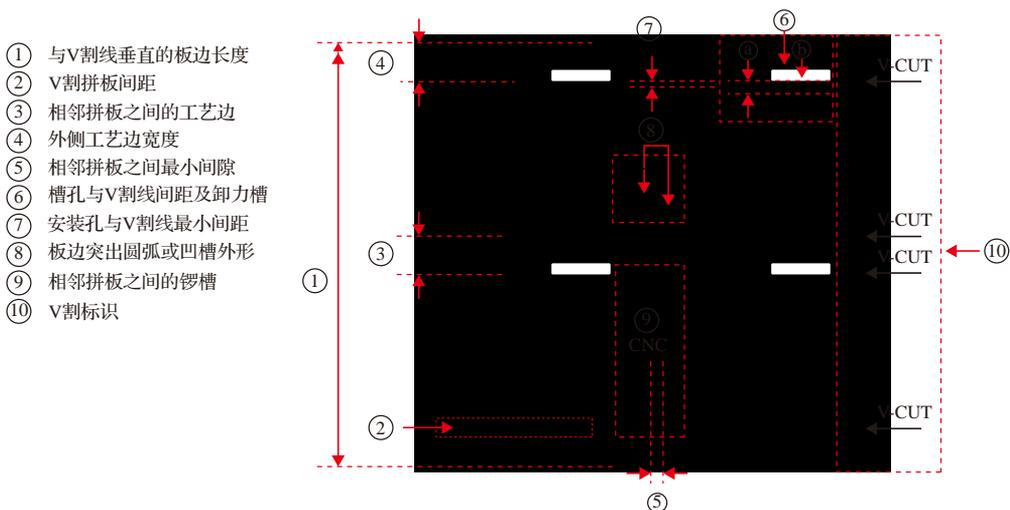

图 8-13 V 割拼板注意事项示例图 1
(1) 拼板长、宽尺寸需考虑加工的最大和最小尺寸限制，以避免因尺寸过小而在 V 割设备传输轨道中掉落或因尺寸过大而无法放入 V 割轨道。根据嘉立创的工艺参数，如图 8-13 中①处所示，与 V 割线垂直的板边长度最小不小于 70mm，最大不超过 475mm。
(2) 相邻 PCB 或 PCB 与工艺边 V 割拼板时，应将如图 8-13 中②处所示的相邻外形线中心间距设为“零”，以减少 V 割分板后的外形尺寸公差。
(3) 若无器件干涉，如图 8-13 中③处所示，相邻拼板 PCB 之间的工艺边应大于或等于 3mm，否则会降低生产效率和产品质量。
(4) 外侧工艺边宽度建议 5mm，最小不能低于 3mm。若如图 8-13 中④处所示工艺边太窄且低于 V 割刀刃与 V 割设备传输轨道边缘间距时，则无法在正确位置进行切割。
(5) 相邻 PCB 间隔拼板的最小间隙需大于或等于 1.6mm。若如图 8-13 中⑤处所示小于此参数，需采用更小规格的锣刀进行锣槽，而锣刀直径的缩减不仅会导致进刀速度有所下降，还会增加锣刀断裂的风险。
(6) 槽孔距离 V 割线的安全间距与槽长有关，V 割边上的槽孔长度小于 10mm，距离 V 割线的最小安全间距不小于 1.6mm；槽长大于 10mm，最小安全间距不小于 3mm。若如图 8-13 中⑥处①所示间距低于以上参数，建议间隔拼板或者如图 8-13 中⑥处②所示，在紧贴着槽孔边缘的工艺边上加开卸力槽。否则，V 割分板时会有槽孔边缘基材崩裂的风险。
(7) 板边安装孔与 V 割线的最小安全间距应大于或等于 1.0mm。若如图 8-13 中⑦处所示间距小于 1.0mm，V 割后分板时容易出现孔边基材崩裂风险。
(6) 如图 8-13 中的㉑所示，若有突出圆弧或凹槽，建议避免使用 V 割成型，改为间隔拼板。
(1) 为明确标识锣槽，设计相邻拼板间隙的锣槽时，应如图 8-13 中㉒处所示，将锣槽设计为一个整体，并延伸 1mm 至工艺边内或者在槽孔中央的外形层上添加“CNC”字样。
(2) 为方便 PCB 制造商快速准确地识别设计意图，在需 V 割位置标上如图 8-13 中㉓处所示箭头和“V-CUT”字样，且标识文字应与外形线放在同一外形层上。